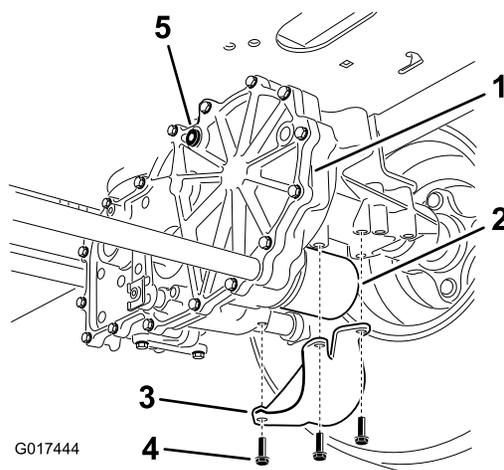

Figure 71
2. Trouvez le filtre et les protections sur chaque transmission de la boîte-pont (Figure 71). Retirez les trois vis de fixation de la protection et enlevez la protection.